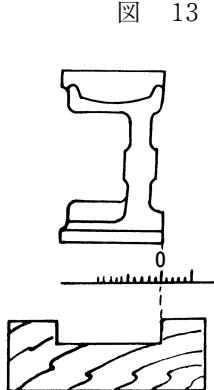
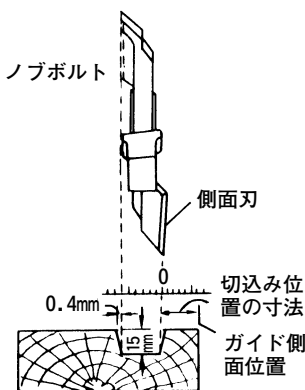
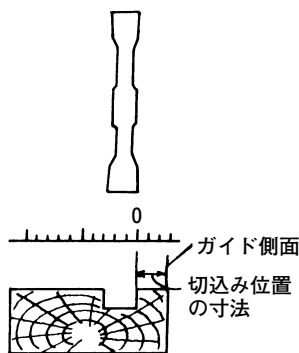

図 14
図 15
図 16
スケール目盛りの0の位置が溝切りをする場合のカッタ側面の位置を示します。(図14)
- スケールの0マークの位置は溝切をする場合のカッタの側面の位置を示します。46mm幅のカッタと異なるカッタをご使用になる場合は、小ネジをゆるめてスケールをずらし0マーク位置をカッタの側面に一致させてください。(図14, 図15, 図16)